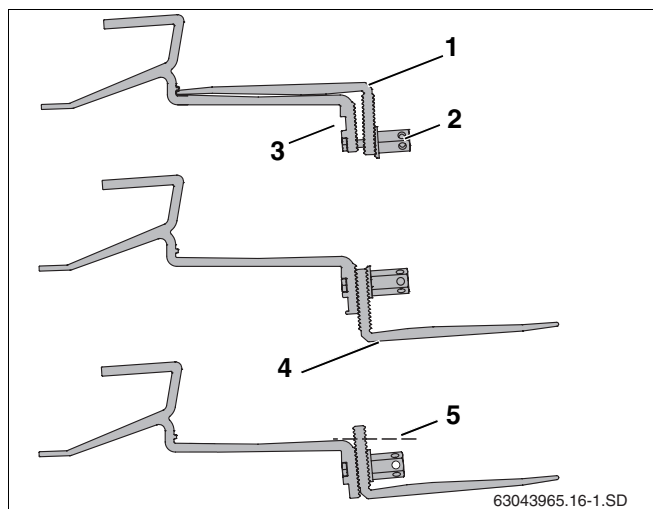

Fig. 14 Fijación del gancho de tejado sobre cabrios
En algunas cubiertas de tejado puede ser necesario calzar la parte inferior de los ganchos de tejado (fig. 14, **pos. 4**) con tablas o tablones para que el gancho de tejado repose sobre la teja.
- ▶ Suelte la tuerca hexagonal larga (fig. 14, **pos. 2**).
- ▶ Introduzca el tornillo en el orificio superior (fig. 14, **pos. 3**).
- ▶ Fije sin apretar la parte inferior del gancho de tejado (fig. 14, **pos. 1**). No apriete aún la unión.
- ▶ Fije la parte inferior del gancho de tejado al cabrio como mínimo en el primer (fig. 14, **pos. 2**) y en el segundo orificio mediante tornillos adecuados.